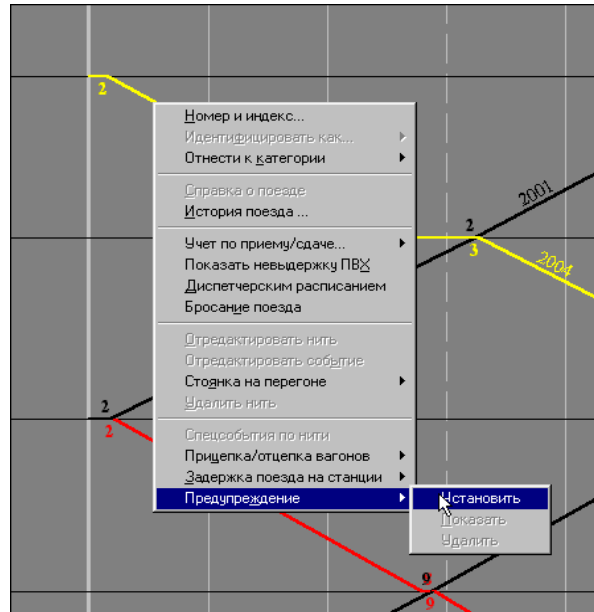

Рис. 30. Выбор команды «Установить».
2. В появившемся вспомогательном меню выбрать команду «Установить» (рис. 30).